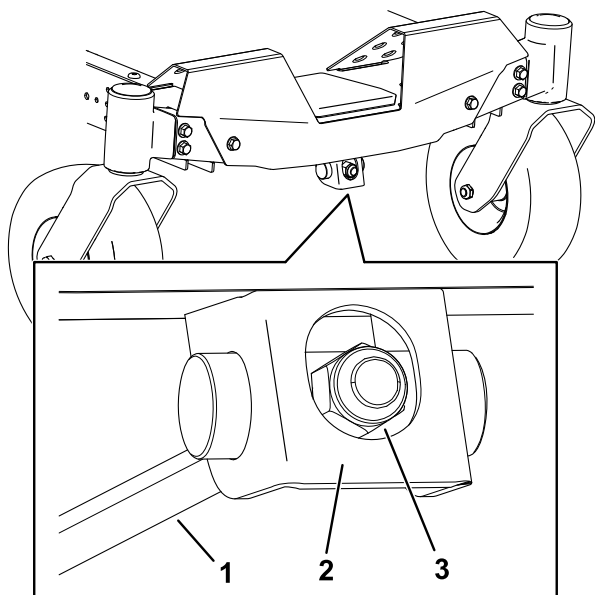

Bild 73
1. Drehen Sie die Einstellmutter an der Vorderseite des Mähers (Bild 73).